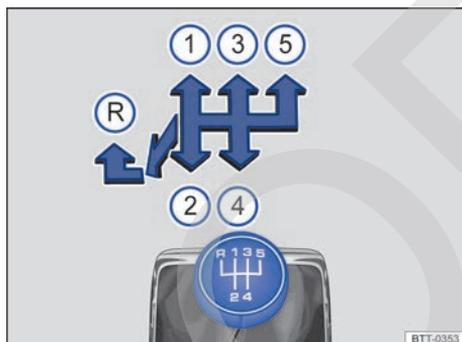
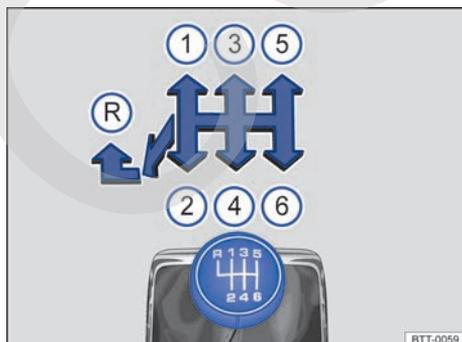

Fig. 115 Esquema de las marchas de un cambio manual de 5 marchas.
Fig. 116 Esquema de las marchas de un cambio manual de 6 marchas.
En la palanca de cambios están representadas las posiciones de cada una de las marchas → fig. 115 o → fig. 116.
- Mueva la palanca de cambios completamente hacia la izquierda y a continuación hacia delante para situarla en la posición de la marcha atrás → fig. 115 (R) o → fig. 116 (R).